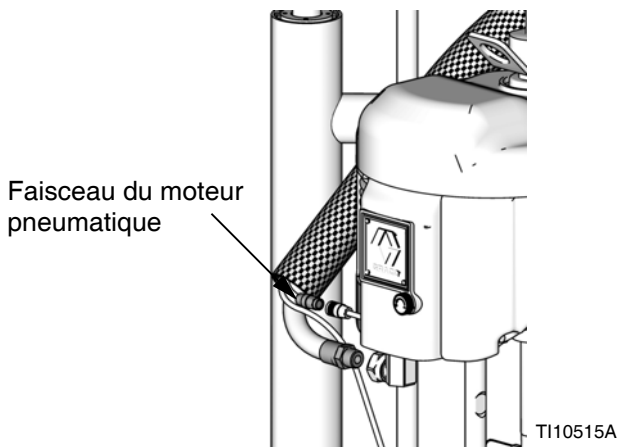
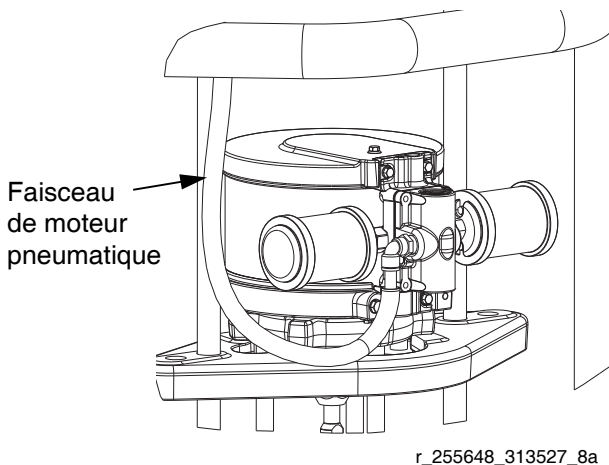
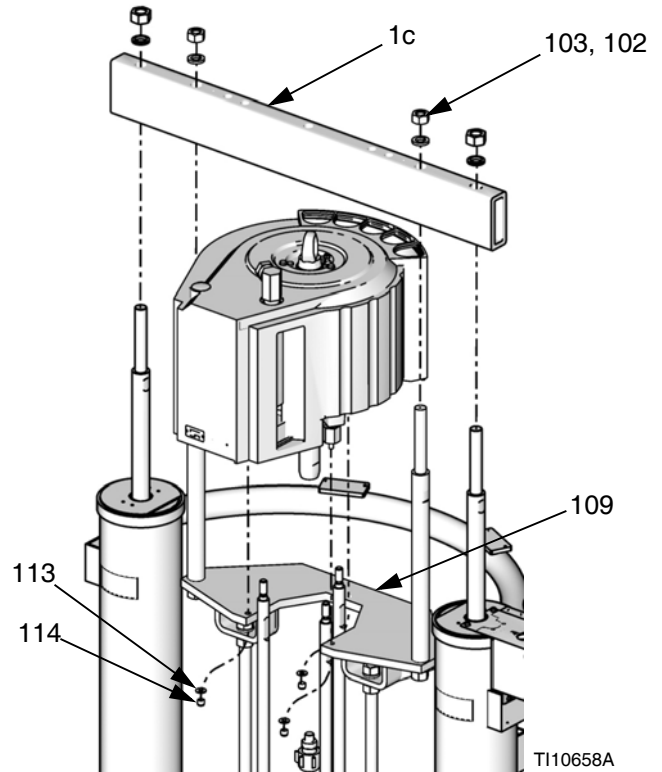

FIG. 22 : Faisceau pour moteur pneumatique NXT 2200-6500
FIG. 23 : Faisceau pour moteur pneumatique NXT 200-1800
FIG. 29 : Moteurs pneumatiques Xtreme XL
3. Raccordez le flexible pneumatique sur le moteur. Si vous utilisez un DataTrak distant, branchez les raccords électriques sur le moteur pneumatique. Consultez la FIG. 22 et FIG. 23, page 26.
1. A l'aide d'un palan, abaissez le moteur pneumatique sur le plateau de montage (109). Consultez la FIG. 29.
2. Fixez le moteur sur le plateau de montage (109) à l'aide des écrous (114) et des rondelles (113).
3. Installez la barre transversale (1c), les écrous (103) et les rondelles (102).
5. Raccordez le flexible pneumatique sur le moteur. Si vous utilisez un DataTrak distant, branchez les raccords électriques sur le moteur pneumatique. Consultez la FIG. 22, page 26.